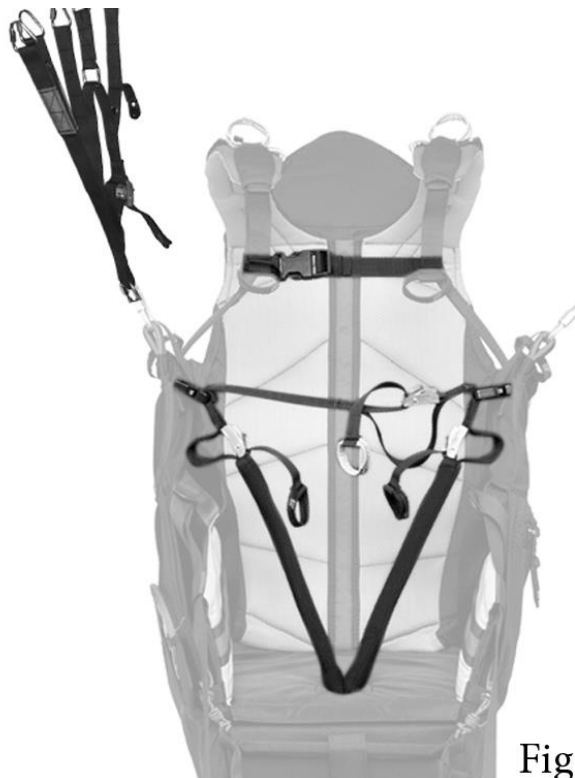

Fig 9
- Le maillon restant dans l'axe du vol, il faut attacher les élévateurs de la voile de manière à ce que l'élévateur A de la voile soit à l'extérieur, ce qui permet d'avoir un trajet direct de l'accélérateur (fig. 9)